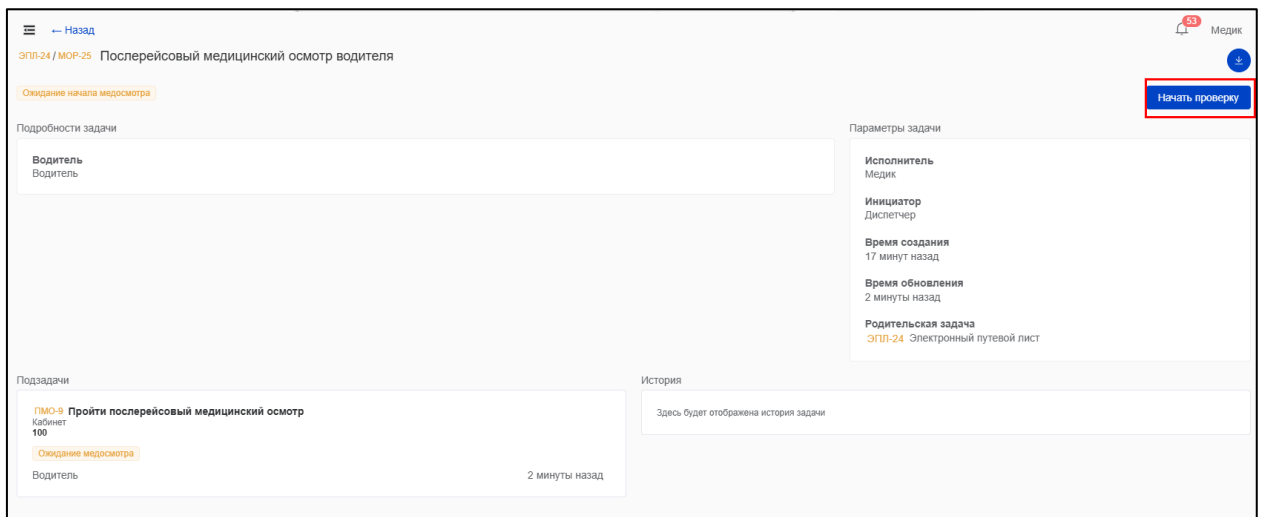

Рисунок 71 – Кнопка «Начать проверку»
3) Для начала проверки водителя нажать кнопку «Начать проверку» в списке задач или в интерфейсе задачи (Рисунок 71).